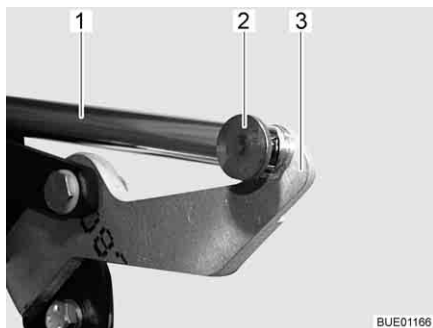

Fig. 109 Entraînement
- Retirer la jonction (par ex. goupille et broche) (Fig. 109,2) entre la tige de poussée (Fig. 109,1) et le levier (Fig. 109,3).